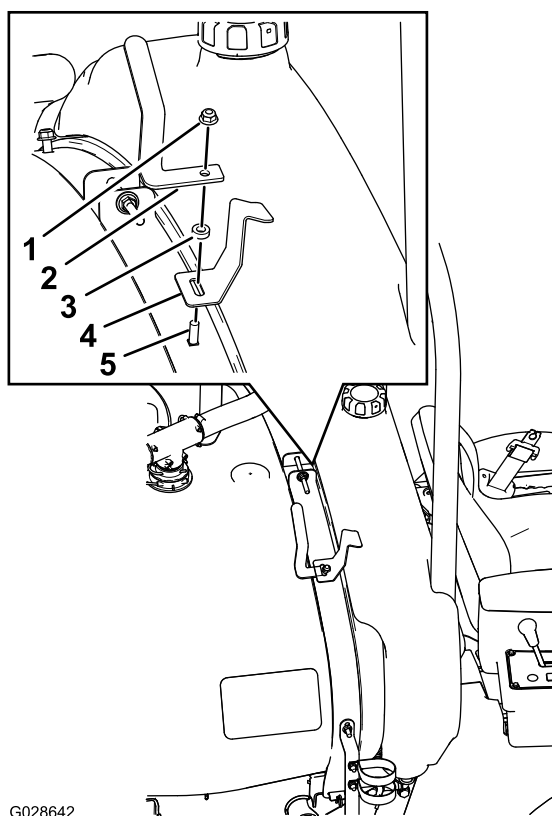

Figura 15
7. Aliniați suportul furtunului, distanțierul ($\frac{3}{8} \times \frac{1}{4}$ inch) i consola dreaptă a rezervorului cu urubul de fixare ($\frac{3}{8} \times 1$ inch) la orificiul superior interior de pe colierul frontal drept (Figura 15).
8. Fixați suportul furtunului, distanțierul i consola rezervorului de urubul de fixare i colier (Figura 15) cu ajutorul unei contrapiuli cu guler ($\frac{3}{8}$ inch).